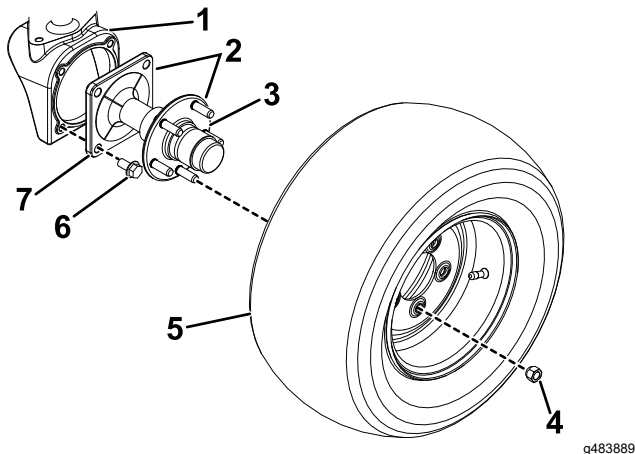

Bild 1
2. Nehmen Sie die fünf Radnabenmuttern ab, mit denen das Hinterrad an der Radnabe befestigt ist (Bild 1). Nehmen Sie die Reifen ab.
3. Entfernen Sie die Spindelnaben aus den Radkästen, indem Sie die vier Bundkopfschrauben entfernen, mit denen sie befestigt sind (Bild 1).